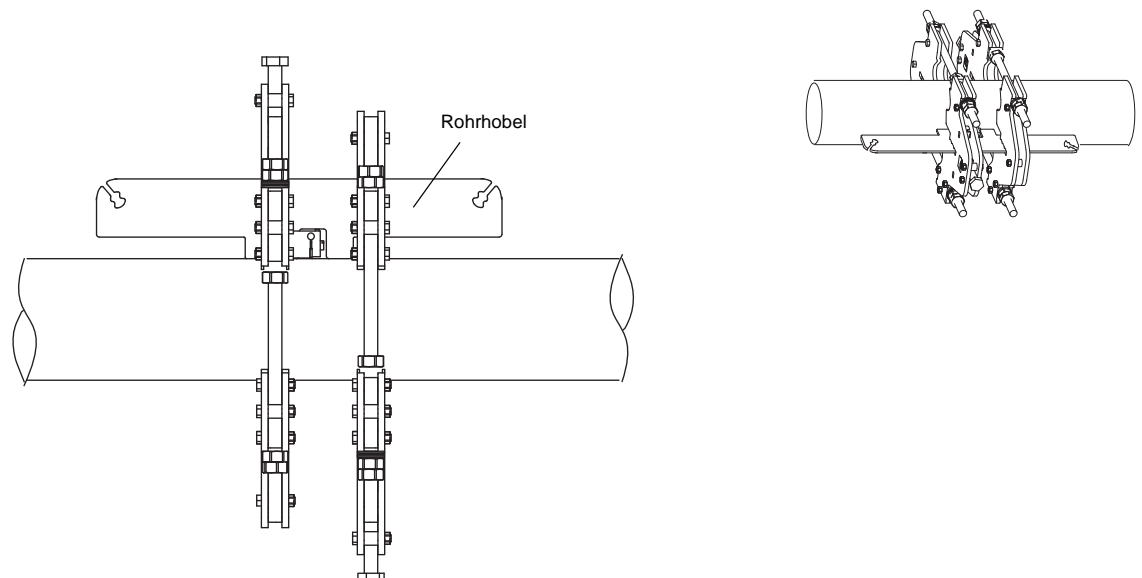

Abb. 3.4: Ausrichtung der Koppelplattenausschnitte beider Rohrhalterungen
- Richten Sie die Koppelplattenausschnitte beider Rohrhalterungen mit Hilfe des Rohrhobels aus. Der Rohrhobel muss durch die Koppelplattenausschnitte der Rohrhalterungen auf beiden Seiten des Rohres leicht geführt werden können (siehe Abb. 3.4).
- Richten Sie die Koppelplattenausschnitte beider Rohrhalterungen aus. Verwenden Sie dafür in der Reflexanordnung den Rohrhobel. Der Rohrhobel muss durch die Koppelplattenausschnitte der Rohrhalterungen leicht geführt werden können (siehe Abb. 3.4).